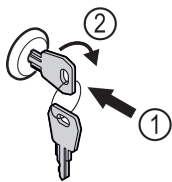

Fig. 124 Ilustrační zobrazení
- ▶ Klíč zasuňte dovnitř Fig. 124 (1).
- ▶ Otáčejte klíčem o 90° ve směru hodinových ručiček Fig. 124 (2).